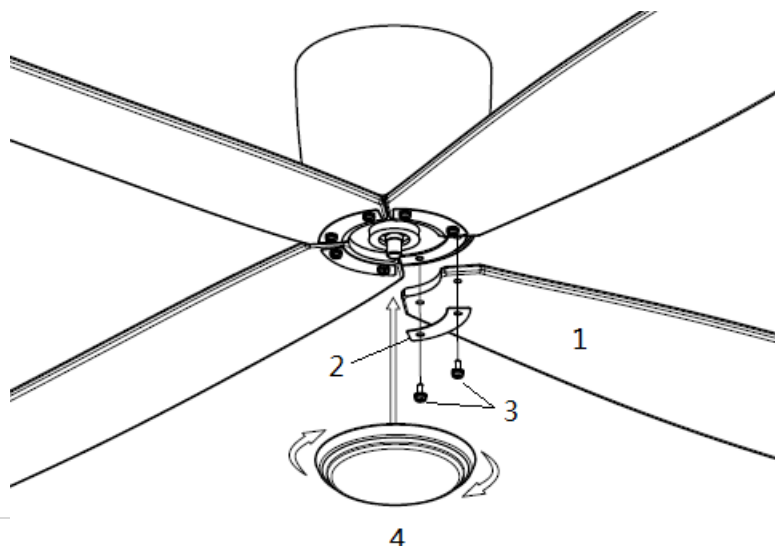

Fig. 6
- Περάστε τις βίδες των πτερυγίων σύμφωνα με την παρακάτω σειρά κλπ στήριξης πτερυγίων (2) και πτερύγια (1): Συνδέστε την συναρμολόγηση των πτερυγίων στον ηλεκτροκινητήρα και ασφαλίστε βιδώνοντας τις δυο βίδες.(3). Δείτε Fig. 6
- Τέλος, τοποθετήστε το κάτω κάλυμμα (4) στον άξονα του ηλεκτροκινητήρα περιστρέφοντας το με την φορά του ρολογιού.